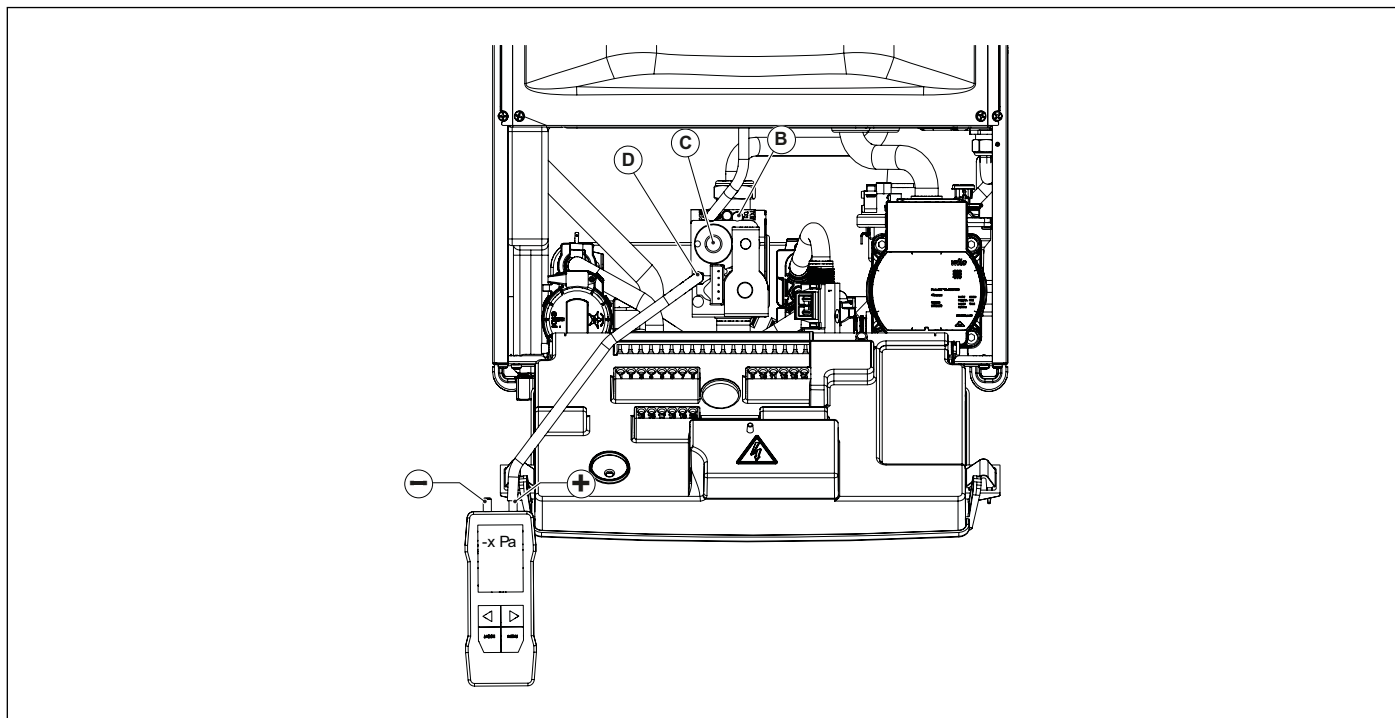

Рис. 31 Регулювання протитиску
- Викрутити заглушку в точці вимірювання протитиску **D** й приєднати до неї позитивний вхід (*) диференційного манометра (див. Рис. 31 Регулювання протитиску).